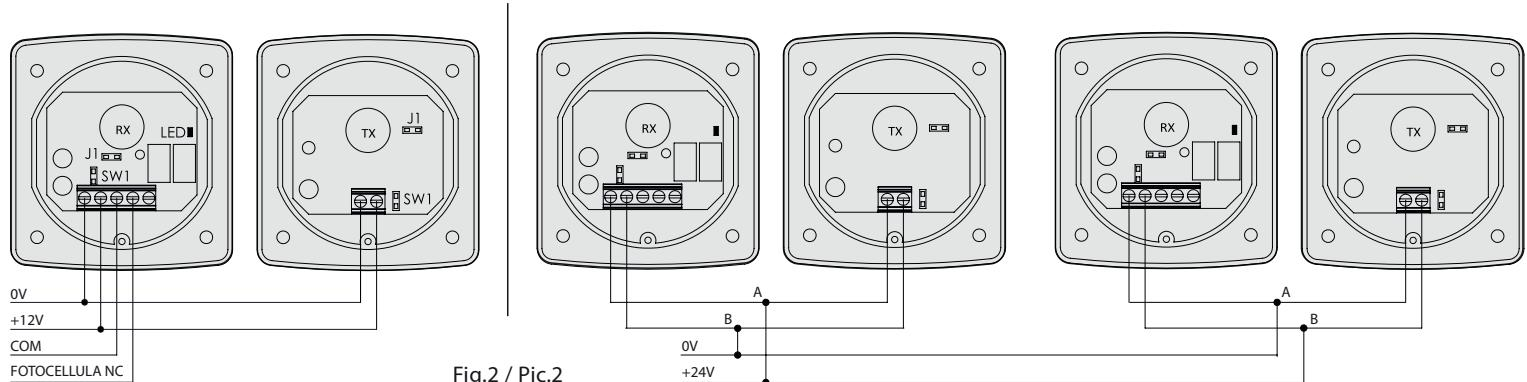

Fig.2 / Pic.2
- Effettuare i collegamenti come in Fig.2 (TX) - (RX). Fissare le fotocellule in posizione frontale, allineate sullo stesso asse e alla stessa altezza (min. 25 cm).
- Pour effectuer les branchements voyez la Fig.2 (TX) - (RX). Fixez les deux cellules en position frontale, en les alignant sur le même axe et à la même hauteur (min. 25 cm).
- Efectuar las conexiones de la manera ilustrada en Fig.2 (TX) - (RX). Fijar las fotocelulas en posición frontal, alineados en el mismo eje y a la misma altura (min. 25cm).